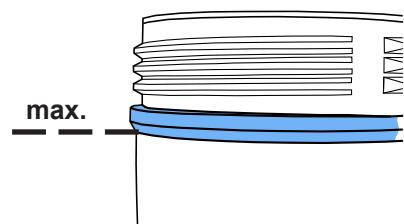

Fig. 7
- ⇒ Purger complètement le silo de sablage en appuyant sur la valve de purge (5).
- ⇒ Dévisser le couvercle du silo (4). (S'il n'est pas possible de desserrer le couvercle du silo, cela signifie qu'il y a encore de la pression dans le silo >>> actionner une nouvelle fois la valve d'échappement !)
- ⇒ Ne remplir l'abrasif que jusqu'au marquage max. (Fig. 7) (épaisseur du silo de sablage au dessous du filetage).